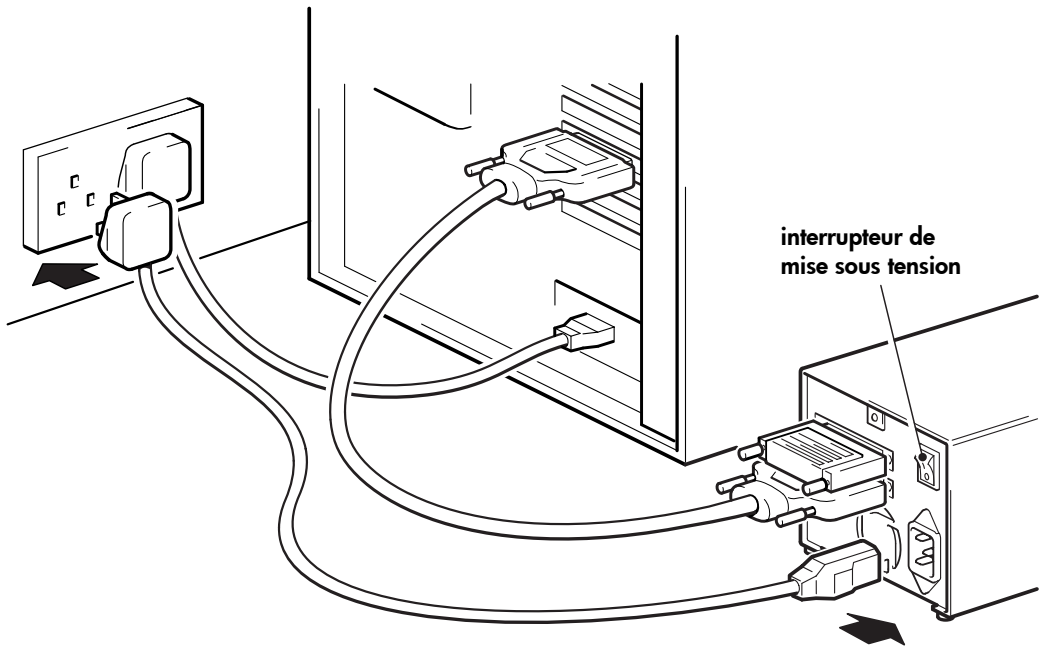

Figure 6 : connexion du câble d'alimentation
- 2 Branchez le câble d'alimentation au connecteur situé sur le panneau arrière du lecteur (voir figure 6).